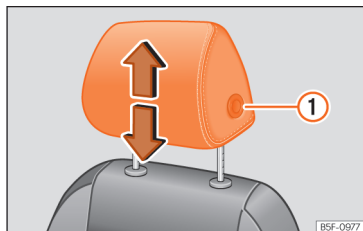
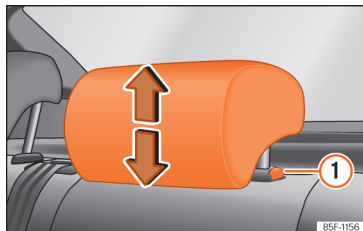

Fig. 72 Banco dianteiro: regulação do encosto de cabeça.
Fig. 73 Encosto de cabeça traseiro: ajuste do encosto de cabeça.
- Agarre o encosto de cabeça com ambas as mãos pelos lados e empurre para cima até o encaixar na posição desejada. Para baixá-lo, proceda da mesma forma, pressionando o botão lateral ① » » Fig. 72 , » » Fig. 73.